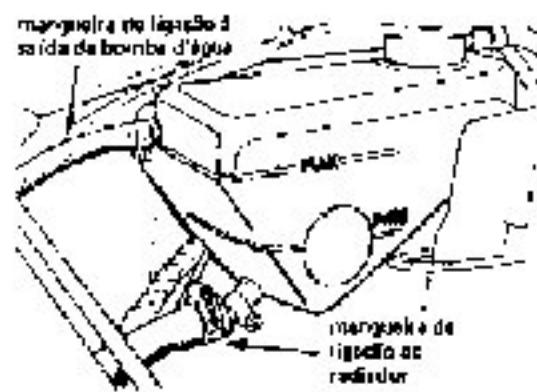

fig. 81
- Instalar as mangueiras do reservatório de expansão (Fig. 81)